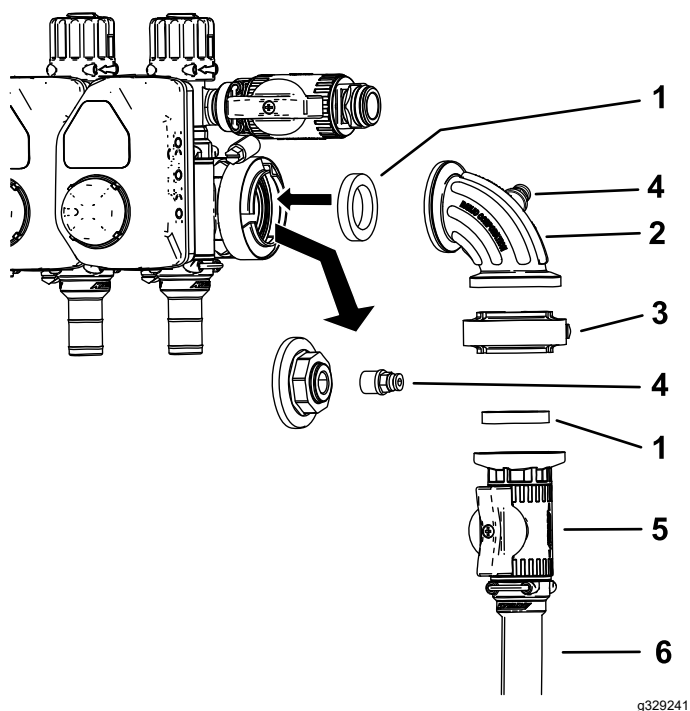

Figura 21
9. Deconectai capacul i elementul de cuplaj de la portul manometrului (Figura 21).
10. Montai ansamblul vanei de control conform indicațiilor din Figura 21.
11. Montai elementul de cuplaj în portul deschis al fittingului de 90 de grade (Figura 21).